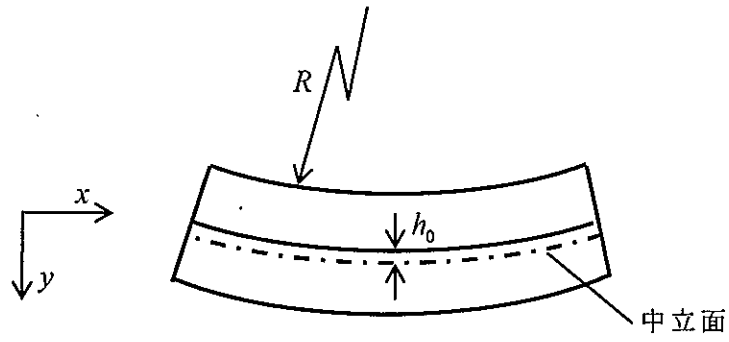

图 6-3
(3) 図 6-3 のように、部材 A と B の接合面とはりの中立面（はり断面の垂直ひずみおよび応力がゼロとなる面）との距離を h_0 とする。はりの曲率半径を R とするとき、はり断面における垂直ひずみおよび垂直応力の y 軸に沿った分布を表す式を求めるとともに、 h_0 を求めよ。なお、部材 A と B の接合面を $y=0$ とせよ。
(4) はりの曲率半径 R と曲げモーメント M の関係式を導け。